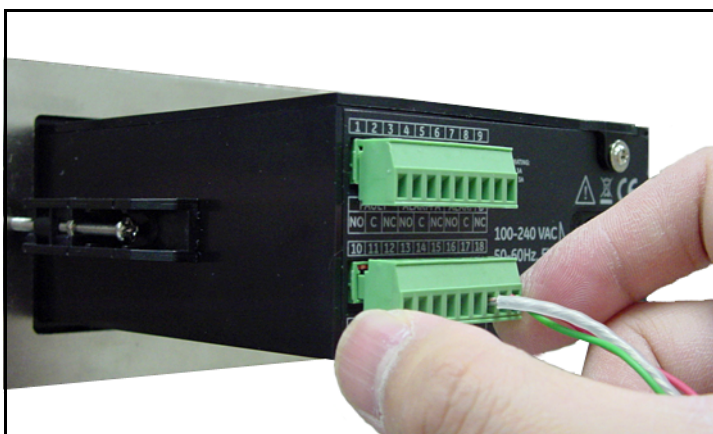

Figure 26: Réinsertion du connecteur dans le bornier
4. Réintroduisez le connecteur dans le bornier inférieur en face arrière du **dew.IQ** (voir Figure 26 ci-dessous).